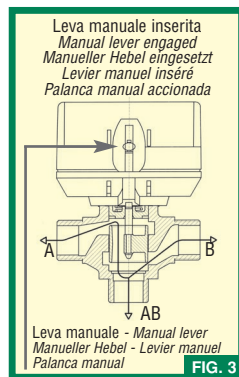

FIG. 3
**USO DELLA LEVA MANUALE** Sul fianco del servomotore si trova una leva che consente di posizionare manualmente l'otturatore in una posizione intermedia (Fig.3). La leva manuale può essere manipolata solo quando si trova nella posizione superiore. La valvola può essere aperta premendo con decisione la leva manuale sia via verso il basso sia verso l'interno, fino a bloccarsi in una posizione intermedia. La valvola è così aperta. Questo è utile nelle fasi di svuotamento e di caricamento dell'impianto o di mancata alimentazione. Il riarmo della leva da manuale ad automatico, avviene automaticamente qualora la valvola sia attivata con l'alimentazione elettrica.
**USING THE MANUAL LEVER** A lever is positioned on the side of the servomotor that permits manual positioning of the shut-off in an intermediate position (Fig. 3). The manual lever can only be maneuvered when it is in its upper position. The valve can be opened by firmly pressing the manual lever both down and in until it locks in an intermediate position. The valve is open in this position. This is useful when filling or emptying the system or when there is a power failure. The lever is automatically reset from manual to automatic whenever the valve is electrically activated.
**BENUTZUNG DES MANUELLEN HEBELS** Seitlich am Servomotor befindet sich ein Hebel, mit dem der Schieber manuell in eine Mittelstellung gebracht werden kann (Abb. 3). Der manuelle Hebel kann nur bedient werden, wenn er sich oben befindet. Das Ventil kann geöffnet werden, wenn der manuelle Hebel kräftig nach unten und nach innen gedrückt wird, bis er in einer Mittelstellung einrastet. Die Wege A und B sind somit geöffnet. Dies ist beim Entleeren und Füllen der Anlage oder bei fehlender Versorgung nützlich. Die Rückstellung des Hebels von manuell auf automatisch erfolgt automatisch, sobald das Ventil bei Stromversorgung aktiviert wird.
**UTILISATION DU LEVIER MANUEL** Sur le côté du servomoteur, se trouve un levier qui permet de positionner manuellement l'obturateur dans une position intermédiaire (Fig. 3). Le levier manuel ne peut être manœuvré que lorsqu'il se trouve en position haute. La vanne peut être ouverte en appuyant fermement sur le levier simultanément vers le bas et vers l'intérieur, jusqu'à son verrouillage en milieu de course. Les voies A et B sont alors ouvertes. Ceci devient utile lors des phases de vidange et de chargement de l'installation ou en cas de coupure de l'alimentation électrique. Le réarmement du levier du mode manuel à celui automatique a lieu automatiquement si la vanne est mise en service grâce à l'alimentation électrique.
**USO DE LA PALANCA MANUAL** En la parte lateral del servomotor se encuentra una palanca que permite colocar manualmente el obturador en una posición intermedia (Fig. 3). Esta palanca manual sólo se puede accionar cuando se encuentra en posición superior. La válvula puede abrirse presionando firmemente la palanca manual tanto hacia abajo como hacia dentro, hasta que quede bloqueada en una posición intermedia. En esta posición las vías A y B están abiertas. Esto es útil en las fases de vaciado y de carga del sistema o en caso de un fallo en la alimentación. El paso de palanca manual a automática se produce automáticamente cuando la válvula se conecta a la alimentación eléctrica.